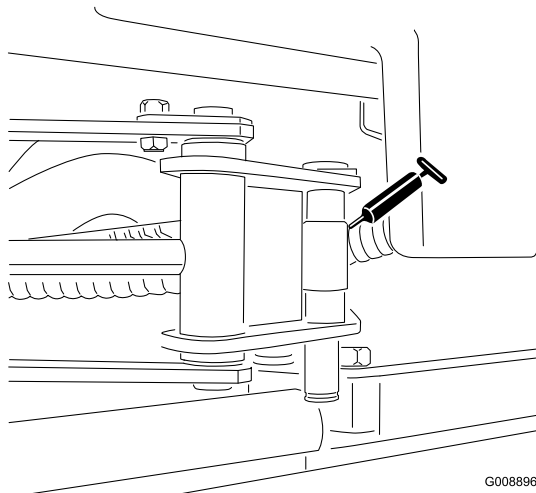

Bild 30
- SideWinder-Zylinderenden (2) (Bild 30)